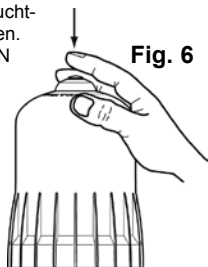

Fig. 6
- Druk de ontluuchtknop boven op de DOSATRON in (Fig. 6).